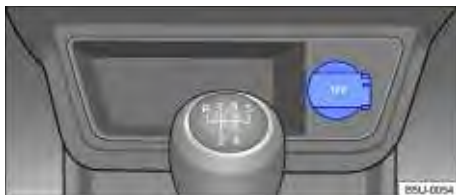

Fig. 103 No console central dianteiro: tomada 12 V.
- No console central dianteiro ⇒ Fig. 103.